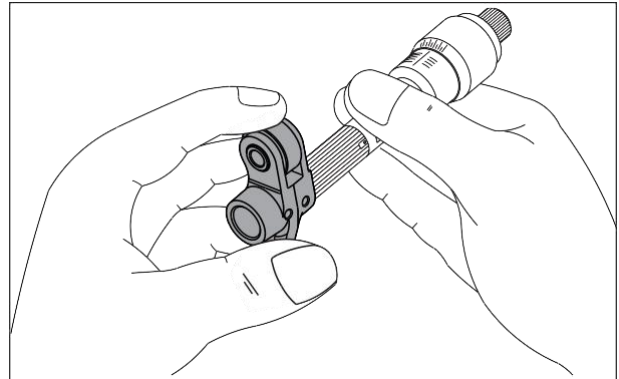

Fig. 3.68
- Revise el balancín en busca de desgaste, daños u obstrucción del ducto de lubricación. Mida el diámetro interno. Si el diámetro interno es mayor al límite de servicio remplace el balancín. (Fig. 3.68)